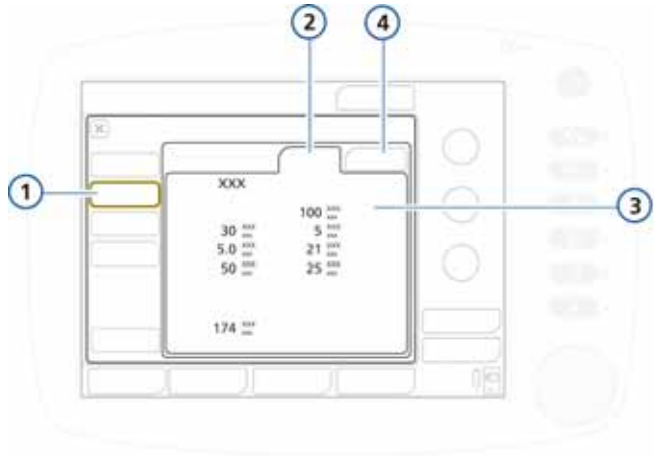

Figura I-10. Configurazione dei comandi della modalità
7. Toccare **Vt/PCI** (o **Vt/Peso** per pazienti neonatali) per impostare il volume corrente per PCI o peso (pazienti neonatali). Vedere le Figure I-10 e I-11.